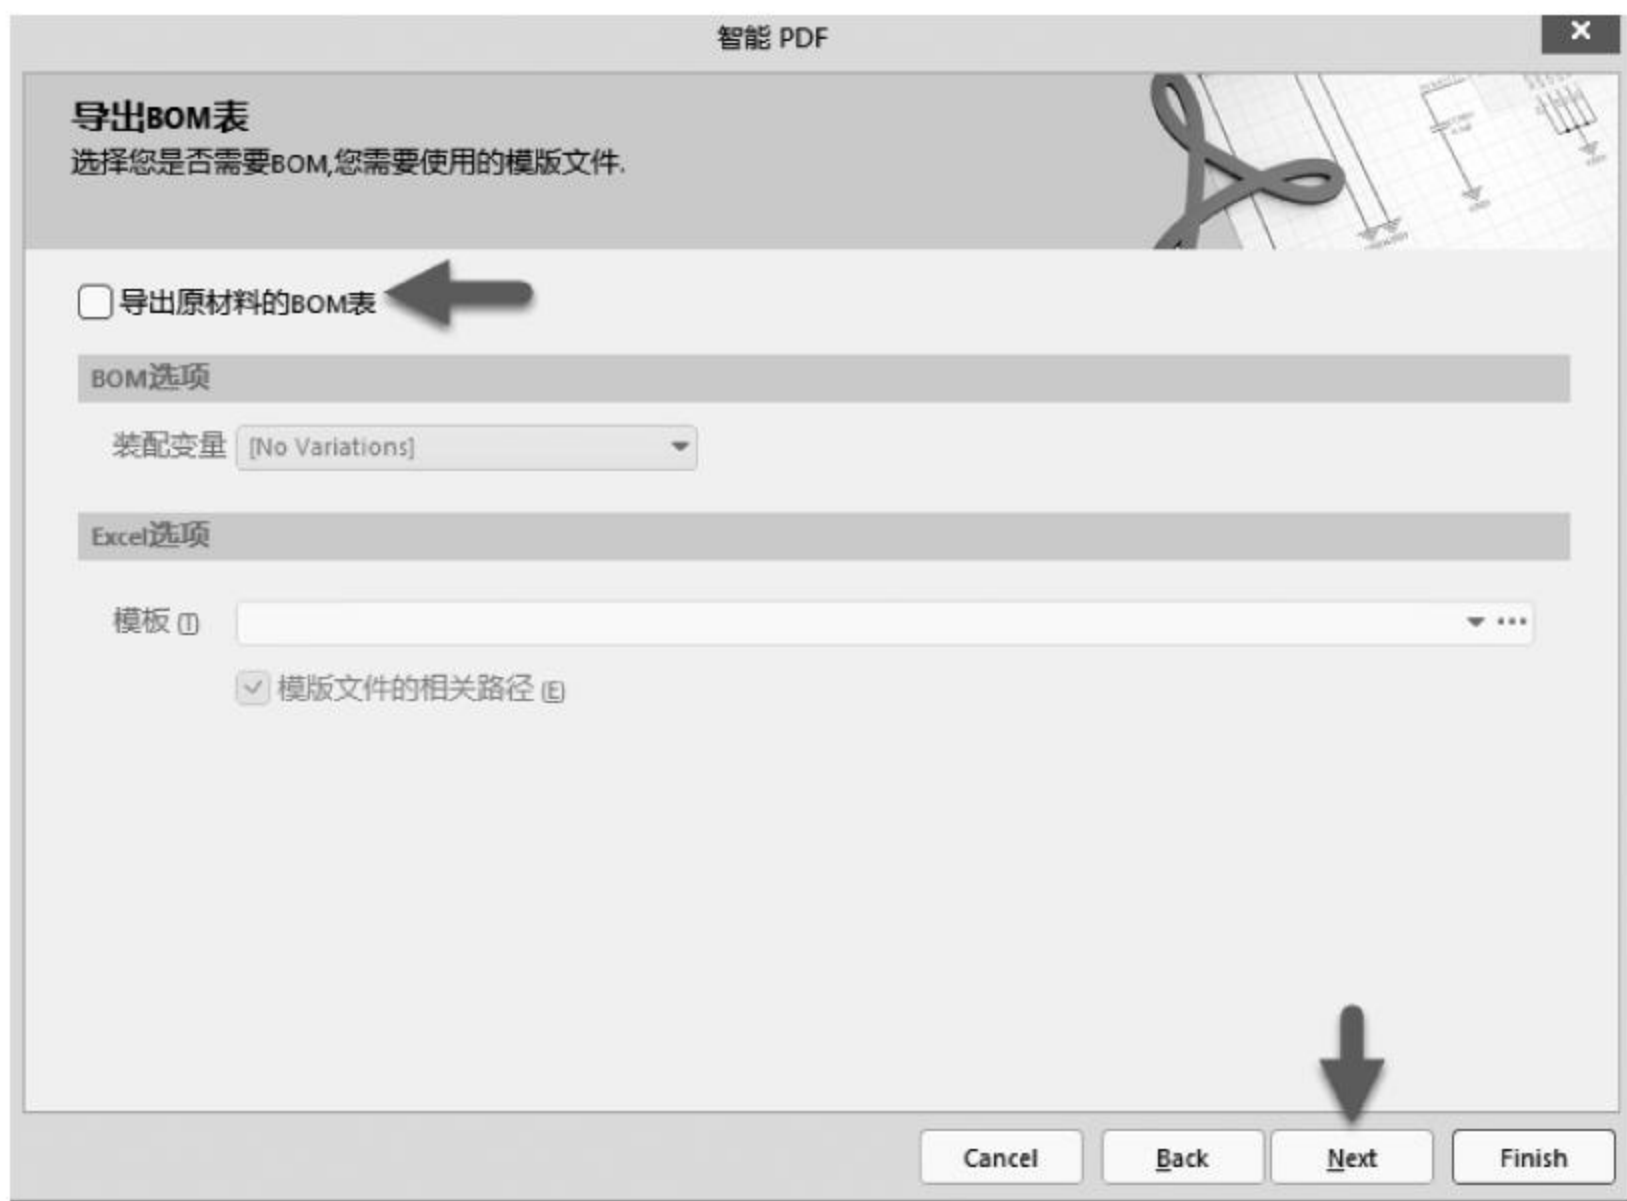

图 6-27 不需要导出原材料的 BOM 表
(7) 在弹出的“导出 BOM 表”界面中,取消勾选“导出原材料的 BOM 表”复选框,接着单击 Next 按钮,如图 6-27 所示。